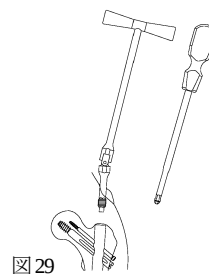

図29
- 2) エンドキャップ用ユニバーサル T レンチまたはストレートドライバーを用いてエンドキャップを抜去します。(図29)